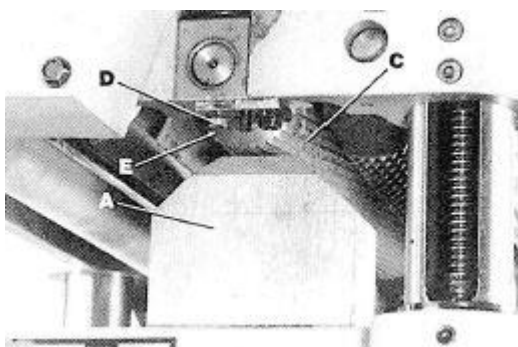

Рис. 29
4. Переместите измерительный блок (А), Рис. 29, без измерительного щупа, под один конец подающего ролика (С). Нижняя часть подающего ролика (С) должна просто касаться верхней части измерительного блока (А), как показано на рисунке.
5. При необходимости регулировки высоты подающего ролика ослабьте гайку (D), Рис. 29, и поворачивайте регулировочный винт (Е) до тех пор, пока этот конец подающего ролика не коснется верхней части измерительного блока. Затем затяните гайку (D).